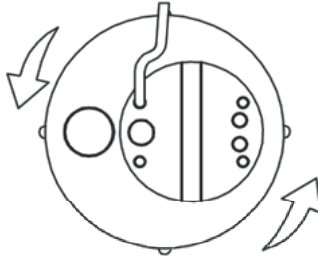

Fig.2 ATTENTION ! TOUJOURS RESPECTER LES RÈGLES DE SÉCURITÉ
3. Observez attentivement le recul au démarrage, en regardant la pompe d'en haut. Si le sens de rotation est correct, le bouchon supérieur tourne dans le sens inverse des aiguilles d'une montre, comme indiqué par les flèches du dessin (Fig. 2).